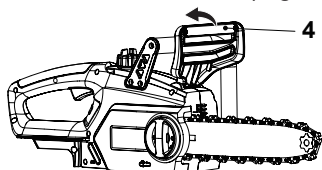

Fig. 16, desactivación del freno de cadena
Desactive el freno de cadena: Cuando la palanca del freno de la cadena (4) está en la posición de desactivación, el producto puede funcionar con la cadena de la sierra en funcionamiento (Fig. 16).